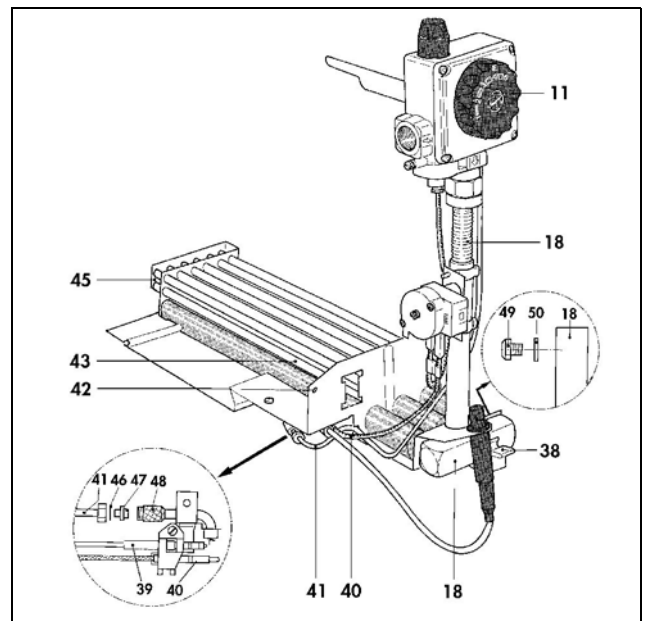

Рис. 17 Горелка и запальная горелка
Запальное пламя можно наблюдать через вырез в крышке (глава 3, рис. 3). При равномерном горении запальное пламя должно прикасаться к верхней половине термоэлемента (глава 6, рис. 17). При невыполнении этого условия следует отрегулировать запальное пламя после снятия защитной крышки (25) посредством винта для регулировки пускового газа (24) (заданная установка - без дросселирования):
7.3 Очистка горелки и предохранителя тяги (см. рис. 17)
- Отсоедините подключения термозлемента (40) и трубку подачи газа на розжиг (41) от комбинированного исполнительного элемента с регулятором температуры (11).
- Поверните зажим (38) в сторону от трубки подачи газа к основной горелке (18).
- Выверните оба винта из крепления горелки (42).
- Очистите сеточку фильтра притока первичного воздуха к запальной горелке (48).